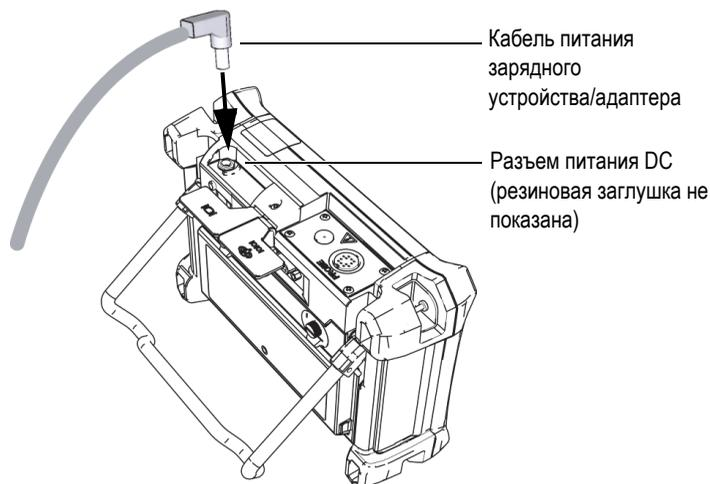

Рис. 1-9 Подключение кабеля питания
3. Подключите кабель питания постоянного тока через адаптер к разъему питания DC NORTEC 600 (см. Рис. 1-9 на стр. 35).